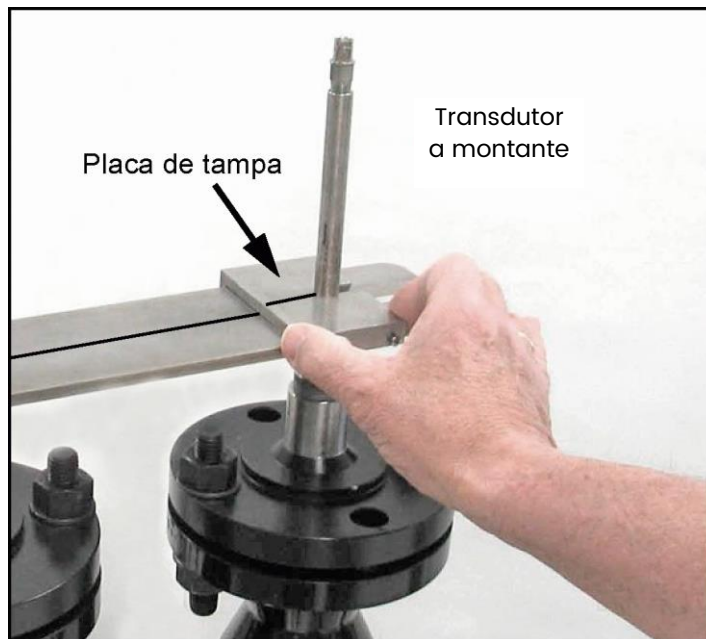

Figura 10: Instalação da placa de tampa
- Coloque a placa da tampa sobre a placa guia e deslize-a o máximo possível (até ela estar posicionada em torno do transdutor a montante) como mostrado na Figura 10 abaixo. Depois aperte os parafusos para fixá-la.